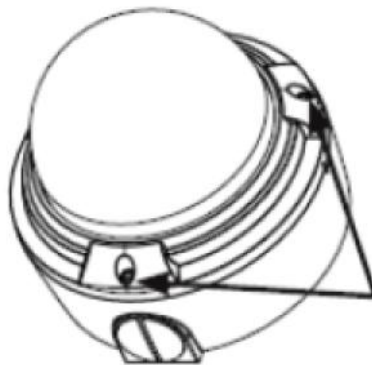

Рис. 2
- 1) Открутите винты купола (см. рис. 2)